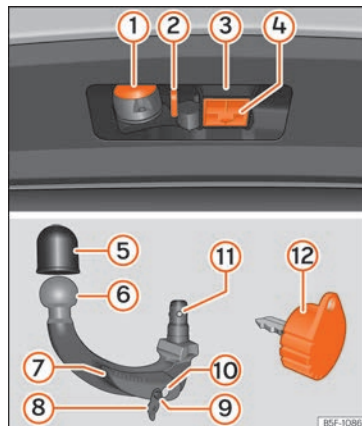

Fig. 171 Suporte do dispositivo de engate para reboque/gancho de reboque/chave
- A zona superior do alojamento do gancho está equipada com massa lubrificante » » Fig. 171 (3). Quando utilizar o dispositivo, deve assegurar-se de que não se tenha eliminado.
- Retire o tampão de alojamento do gancho »» Fig. 171 (4) para baixo.
- Coloque o tampão **4** no seu alojamento »» **Fig. 171**.